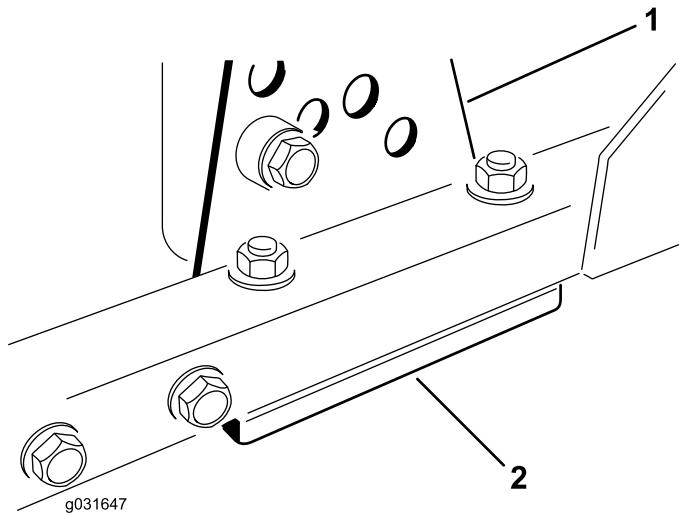

图 72
1. 从滚刀组架上拆除剪草高度支架前、左或右图 72。
2. 在滚刀组架与剪草高度支架之间增、减 1.5mm 薄垫片和/或 0.7mm 薄垫片以达到所需的剪草高度设置图 72。
3. 安装剪草高度支架到滚刀组架剩余薄垫片集中放到剪草高度支架的下方图 72。